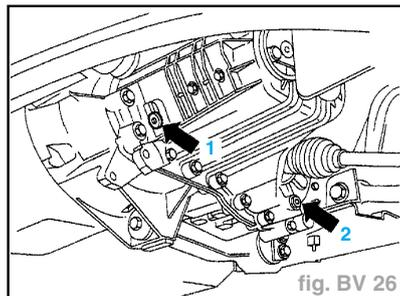

fig. BV 26
- Vis de vidange (**2**) (fig. BV 26).